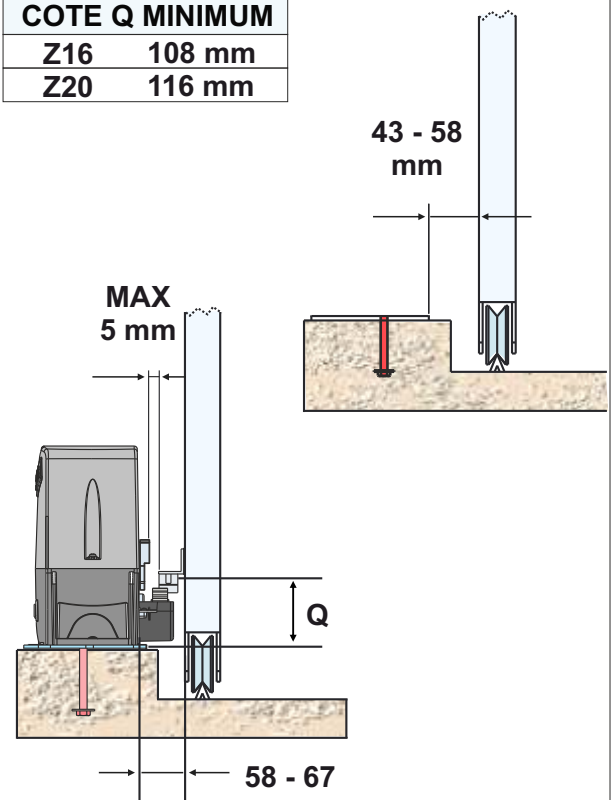

Fig. 4
4.3. Avant de sceller la plaque d'ancrage, assurez-vous qu'elle est parfaitement horizontale et que la dimension de 58 - 67 mm indiquée sur la Fig. 4 est respectée.
**6.2.** Fixer le motoréducteur à la plaque de fondation à l'aide des 2 écrous fournis, en réglant sa position latérale - Fig. 7 - pour respecter les dimensions indiquées sur la Fig. 4